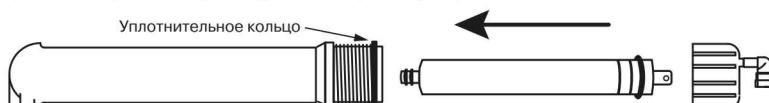

Рис. 13
4. Достаньте мембрану из пластикового пакета и установите ее в колбу (направление установки: двумя резиновыми кольцами — внутрь колбы, см. **рис. 13**), предварительно смазав резиновые уплотнения мембранны тонким слоем силиконовой смазки.